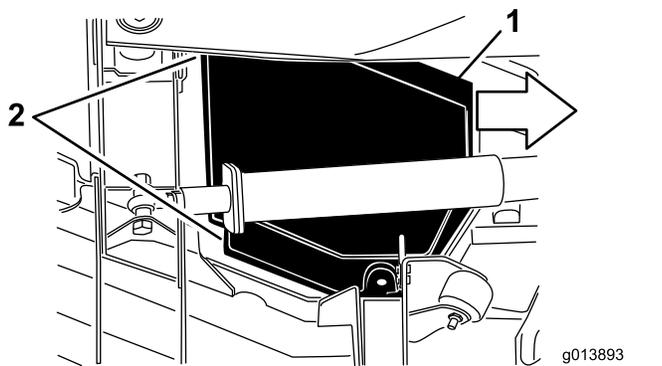

図 75
5. カバーを持ち上げながら、トラクションユニット側に約 2.5 cm ほど引き出すと、外側カバーのエッジがデッキから外れる 図 75。